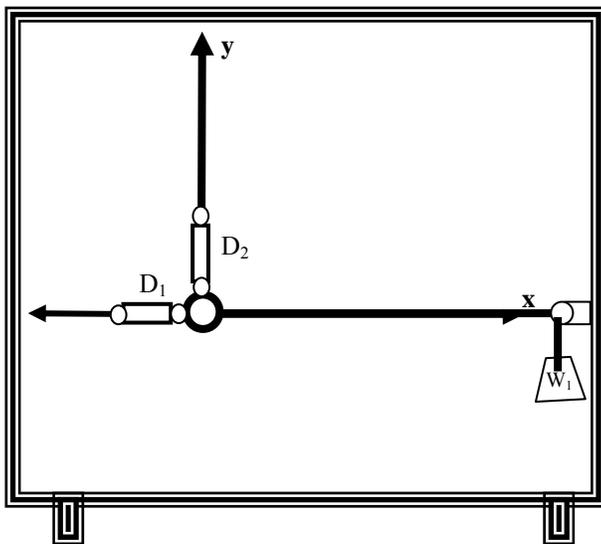

Fig. 2. En esta figura se muestra el esquema del arreglo que se debe hacer en el paso 3 de esta práctica. Los rectángulos representan a los dinamómetros.
2. Con los dinamómetros y las pesas hacer el arreglo que se muestra en la fig. 2.